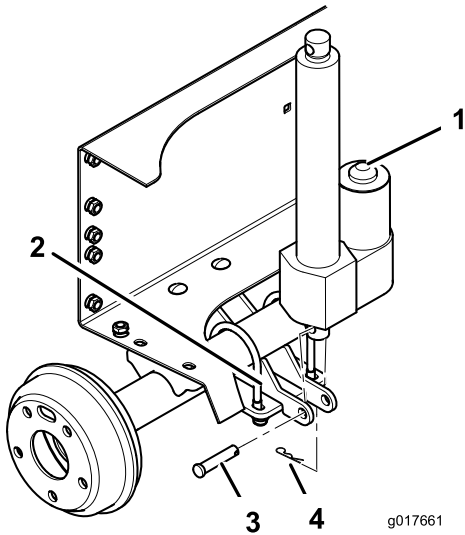

Figura 6
6. Montate l'estremità inferiore dell'attuatore di sollevamento al supporto del cilindro di sollevamento con un perno con testa e una coppiglia. Collocate i componenti come illustrato in Figura 6.